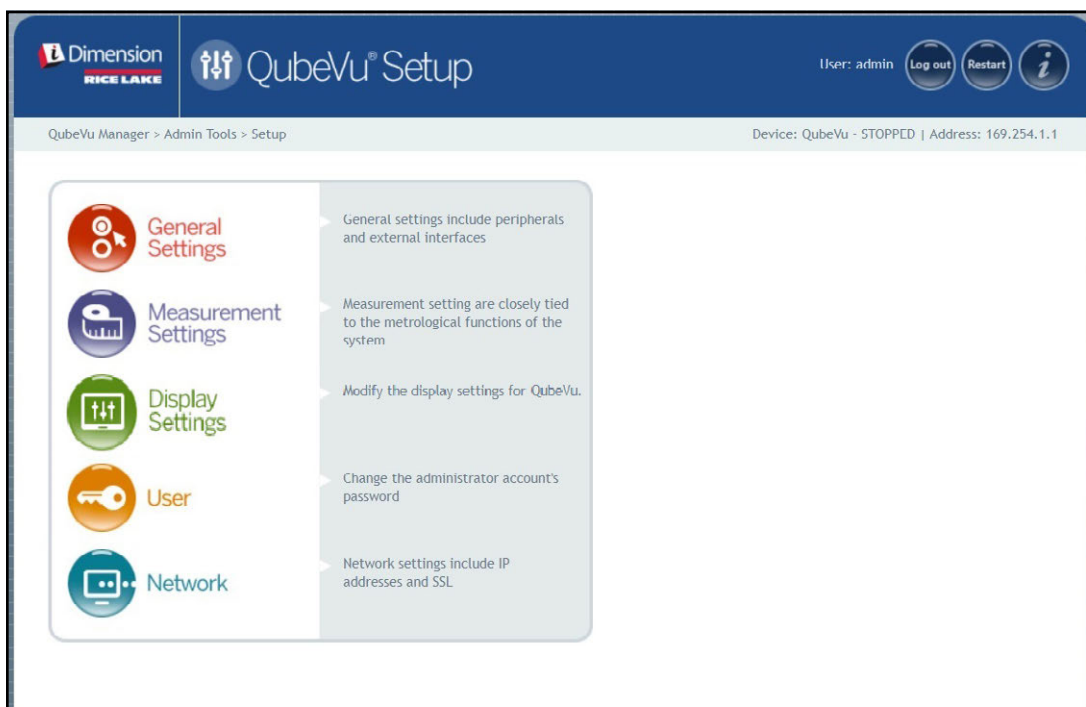

Figura 5-1. Menu Setup (Impostazione)
- Selezionare  **General Settings** nel menu **Setup** (Impostazione) (Figura 5-1 a pagina 23). Viene visualizzato il menu **General Settings** (Impostazioni generali).
- Selezionare  **Measurement Settings** nel menu **Setup** (Impostazione) (Figura 5-1 a pagina 23). Viene visualizzato il menu **Measurement Settings** (Impostazioni di misura).